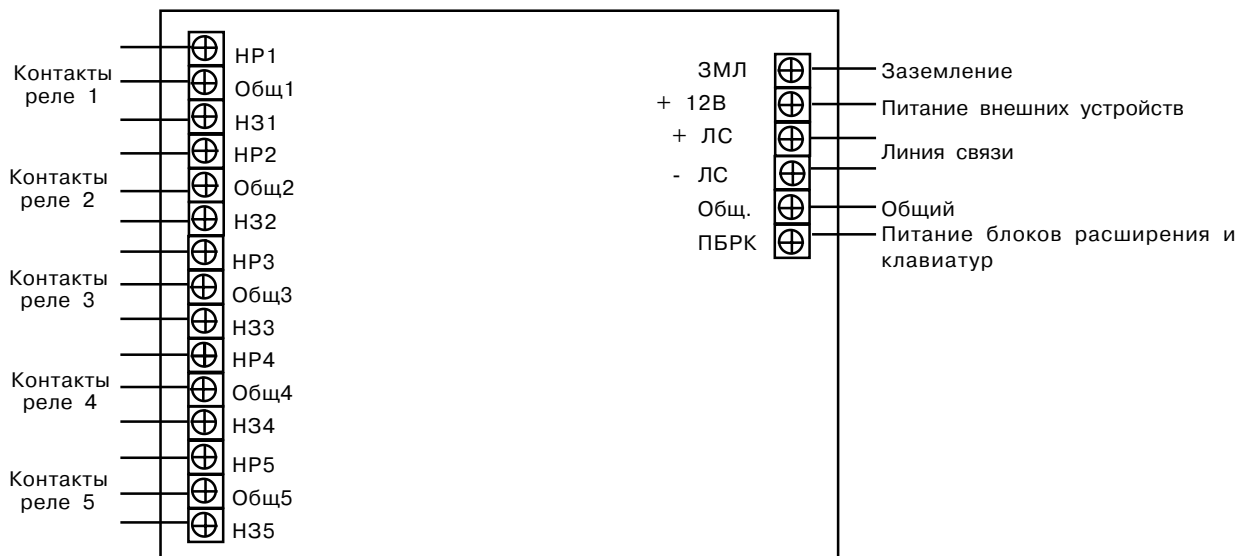

Рис.14
1.3.5.1. Схема подключений БРРПС приведена на рис.14.
Подключите БРРПС в соответствии с рис.14.